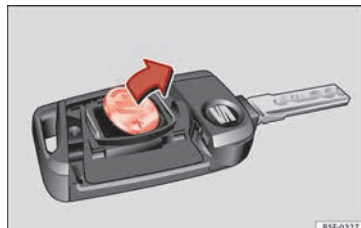

Fig. 134 Llave del vehículo: extracción de la pila.
- Extraiga la pila del compartimento con un objeto fino adecuado » **fig. 134.**
- Coloque la pila nueva tal como se muestra » **fig. 134** y presiónela en el compartimento para la pila en sentido contrario a la flecha » .